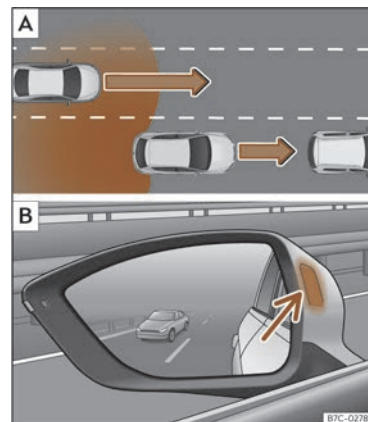
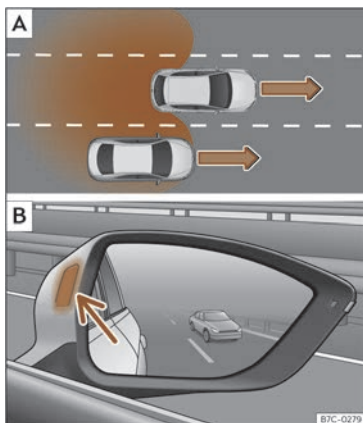

Fig. 122 Representación esquemática: **A** Adiantamento con tráfico na parte traseira. **B** Indicación do asistente de cambio de carril no lado esquerdo.
Fig. 123 Representación esquemática:
Nas seguintes situacións amósase unha indicación no indicador de control >>> **fig. 122** **B** (frecha) ou >>> **fig. 123** **B** (frecha):
- Cando se é adiantado por outro vehículo >>> **fig. 122** **A**.
- Cando se adianta a outro vehículo >>> **fig. 123** **A** cunha diferenza de velocidade de aprox. 10 km/h (6 mph). Se o adiantamento é considerablemente máis rápido, non se amosa ningunha indicación.